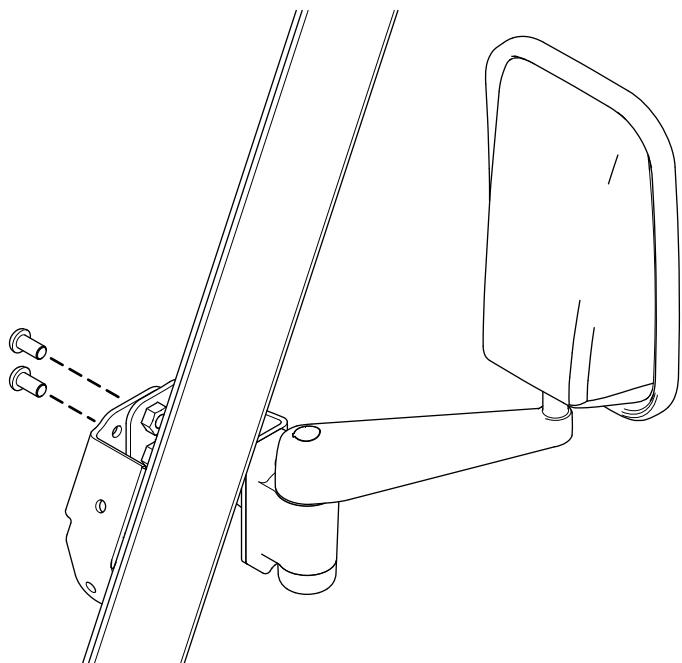

図 2
2. ミラーブラケットにミラーアセンブリをROPSに固定するトースヘッドねじ2本を使用する図2。